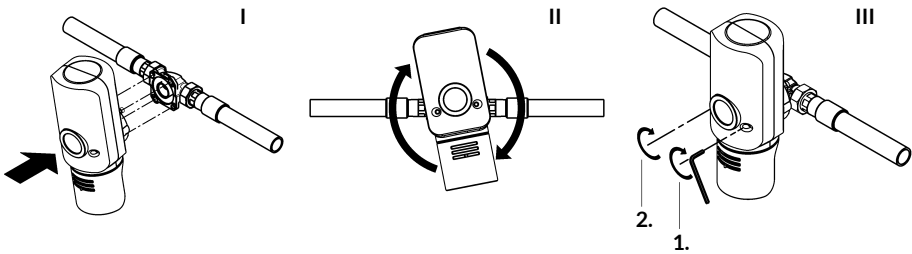

Abb. 6: Montage des Kerzenfilters
- / Die Köpfe der vier Flanschschrauben M6×25 durch die Bajonettbohrungen am Einbaudrehflansch stecken (siehe Abb. 6 I).
- / Den Kerzenfilter im Uhrzeigersinn bis zum Anschlag drehen (siehe Abb. 6 II).
- / Die zwei Schrauben in der Frontseite mit einem Innensechskantschlüssel mehrfach abwechselnd festziehen (siehe Abb. 6 III).